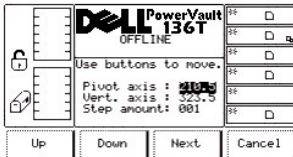

Abbildung 103. Dialogfeld "Service" > "Library" > "Diags" > "Picker" > "Step" > "Axes"
- 1 Wenn die Taste unter dem Softkey **OK** gedrückt wird, wird Abbildung 103 angezeigt. Hierbei handelt es sich um ein erweitertes Diagnosewerkzeug, das nicht während des normalen Betriebs verwendet werden darf.